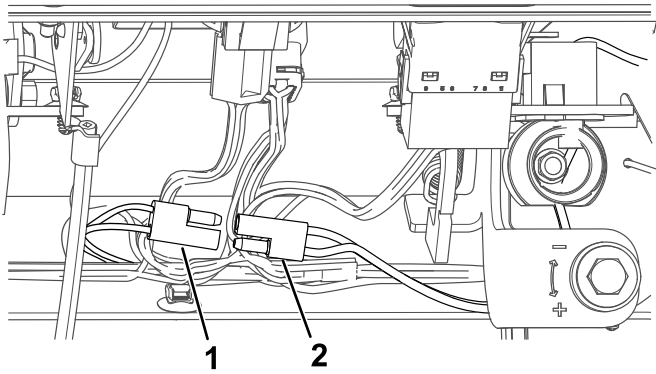

Figura 7
- **Máquinas sin accesorios eléctricos:** conecte el arnés de cables del conector al arnés de cables de la máquina (Figura 7).